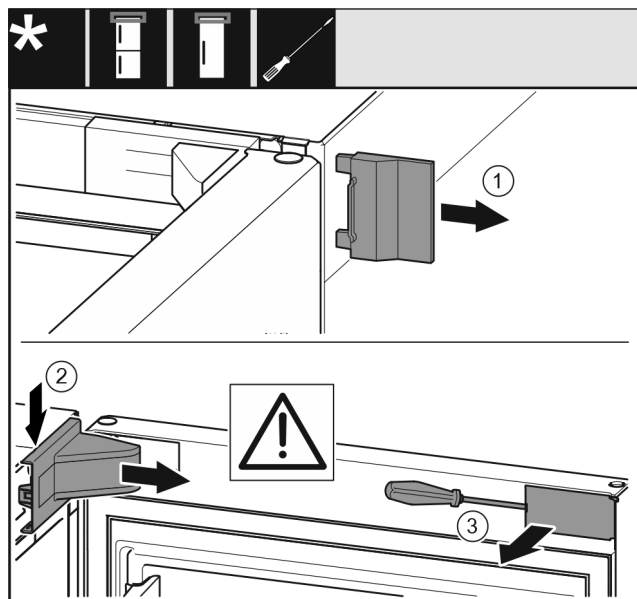

Fig. 6
► Снимите внешнюю крышку. Fig. 6 (1)
► Освободите и отсоедините крышку опорного кронштейна. Снимите крышку опорного кронштейна. Fig. 6 (2)
► При помощи шлицевой отвертки освободите накладку и отведите в сторону. Fig. 6 (3)